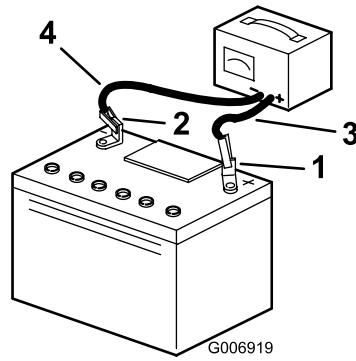

Figure 27
- Débranchez les câbles du chargeur des bornes de la batterie (Figure 27).